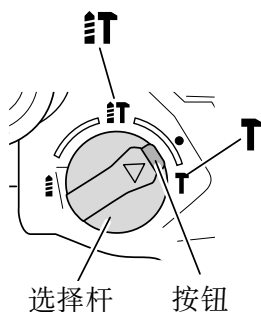

图 23
### (2) 按下按钮，并将选择杆调整至 **IT** 记号和 **T** 记号的中间 (图 23)。